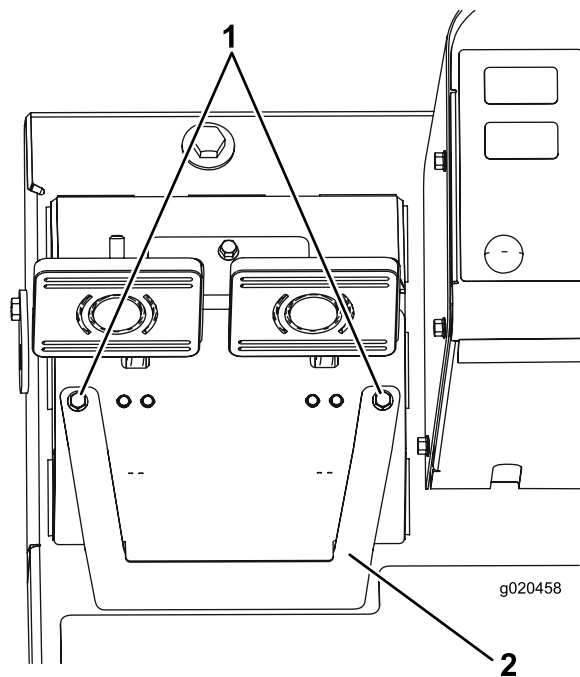

Figure 91
- A. Desserrez les 2 vis de montage et déposez le couvercle de réglage des freins (Figure 91).